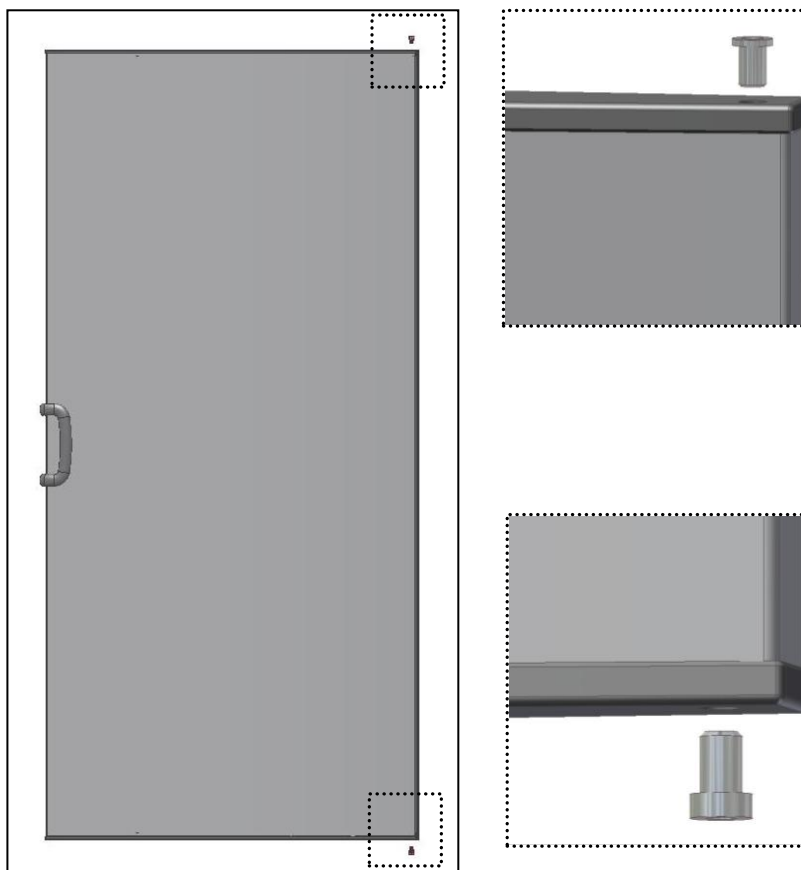

Fig. 8
- Collocare **cuscineffi** nella parte inferiore e superiore della porta (Fig.8).